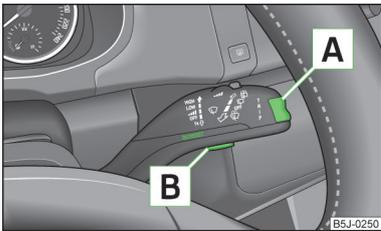

Abb. 22
Das Umschalten der Speicher erfolgt mit der Taste **[B]** » Abb. 22 auf Seite 30 am Scheibenwischerhebel.
Die Wipptaste für die Wahl der Menüpunkte **[A]** » Abb. 22 sowie die Bedientaste **[B]** befinden sich am Scheibenwischerhebel.
» Kurz auf die Wipptaste **[A]** » Abb. 22 oben oder unten drücken. Dadurch werden die einzelnen Menüpunkte der Multifunktionsanzeige nacheinander geöffnet.
» Die Taste **[B]** » Abb. 22 antippen.
» Die Taste **[B]** » Abb. 22 länger drücken.
- Mit der Taste **[A]** » Abb. 22 auf Seite 30 den Menüpunkt **Warnung bei (MAXI DOT-Display)** bzw. ☹ (Segmentdisplay) wählen.